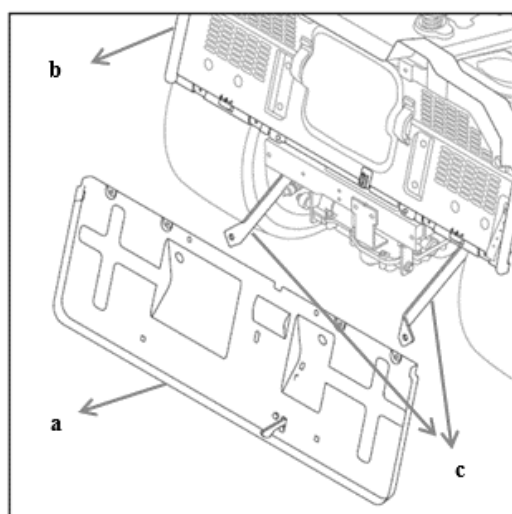

Fig.7C
2. Alinee los seis orificios en la parte superior del panel trasero (a) con los orificios de la máquina (b) y conéctelos con cuatro tornillos y cuatro pernos (1,2,3, Fig.7C/Fig.7D).
3. Alinee los dos orificios en la parte inferior del panel trasero con los orificios de las dos palancas de soporte (c, Fig.7C) y conéctelos con dos tuercas de seguridad con brida hexagonal (4, M8*20). (Fig.7C/Fig.7D).